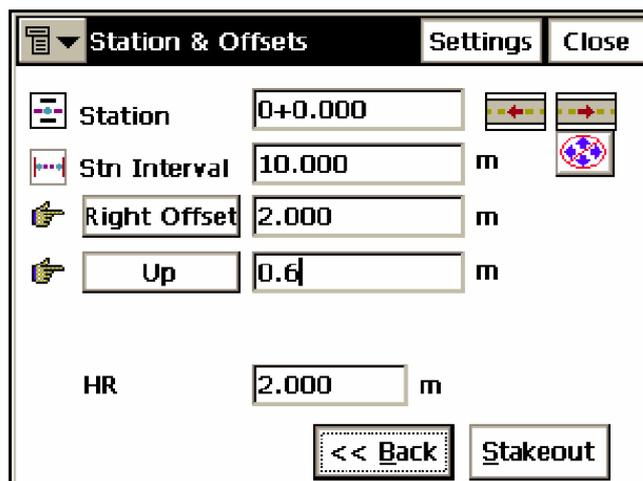

Рисунок 7-23. Пикет и смещения
3. В окне **Station & Offsets (Пикет и смещения)** (рис. 7-23) задайте пикет на выносимой в натуру кривой, шаг пикетажа, левое или правое смещение выносимой точки относительно кривой, смещение Выше или Ниже, высоту антенны и способ ее измерения (для GPS+ приемника) или высоту вешки (отражателя) (для тахеометра).
6. При работе с GPS+ приемником: при нахождении выносимой точки на местности руководствуйтесь информацией, приводимой в окне **Stakeout (Разбивка)**. Когда Вы подойдете достаточно близко к необходимой точке, нажмите **Store (Сохранить)** (рис. 7-23)